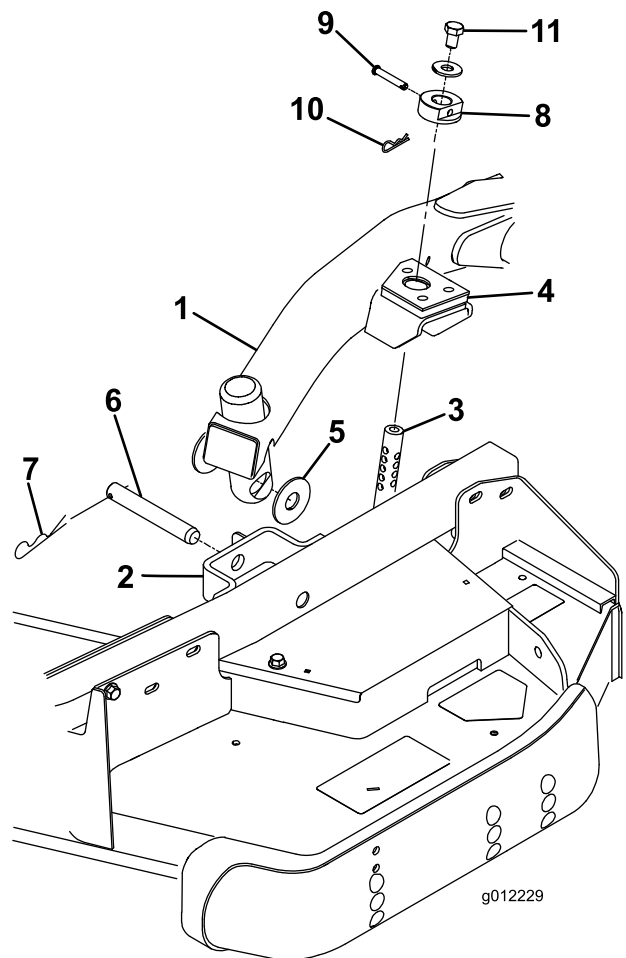

Figura 24
4. Desloque a alavanca de elevação para a posição SUSPensa. Empurre um braço de elevação para baixo até que os furos no braço fiquem alinhados com os furos do suporte do braço da roda giratória e possa inserir a haste de altura de corte nas pastilhas do braço de elevação (Figura 24).
5. Prenda o braço de elevação no braço da roda giratória com duas anilhas de encosto, um passador de forquilha e um perno de gancho. Posicione as anilhas de encosto entre o braço de elevação e o suporte do braço de elevação (**Figura 24**). Insira a extremidade do perno de gancho na ranhura da patilha do braço da roda giratória para fixar o perno de gancho.
9. Instale os anéis da altura de corte nas barras da altura de corte e prenda os passadores de forquilha e pernos de gancho (**Figura 24**).
10. Instale um parafuso ($\frac{1}{2}$ pol. x $\frac{3}{4}$ pol.) e uma anilha na parte superior de cada vareta da altura de corte (**Figura 24**).